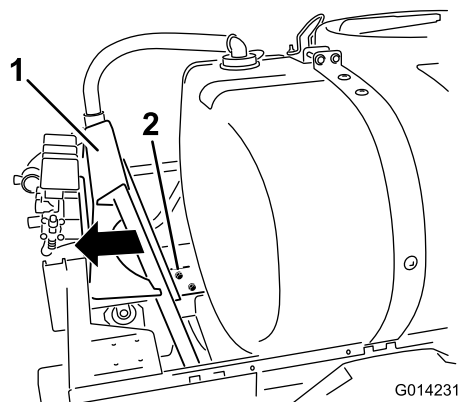

Рисунок 6
- Ослабьте болты, крепящие опорную балку клапана к раме (Рисунок 6).